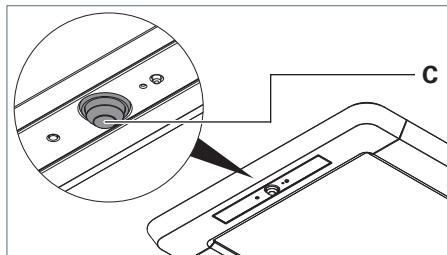
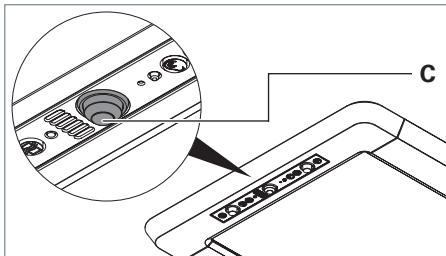

Fig. 23: PIR Sensor, Ausführung R.
Fig. 24: PIR Sensor, Ausführung RX.
- Stellen Sie den Kugelkopf **C** des PIR Sensors in die gewünschte Richtung, siehe Fig. 23 und siehe Fig. 24.